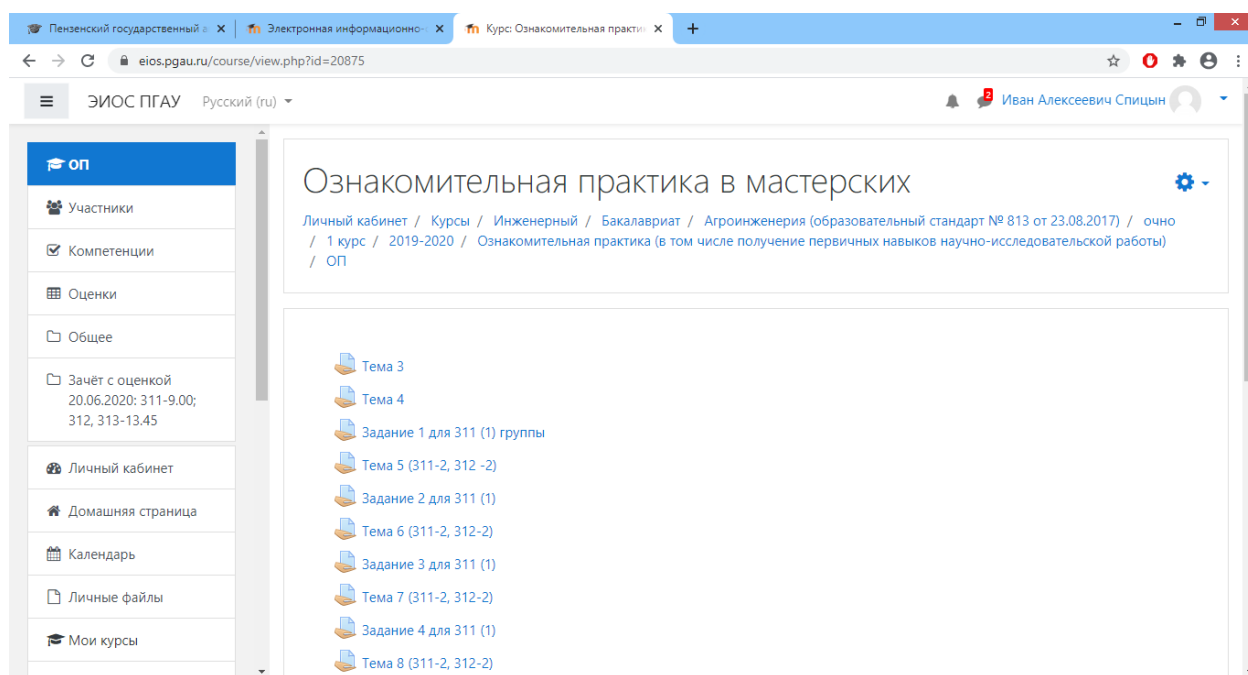

Рисунок 6.1 – Общий вид страницы практики в ЭИОС
1. Зайти в электронную информационную среду в раздел «практика» (рис. 6.1).